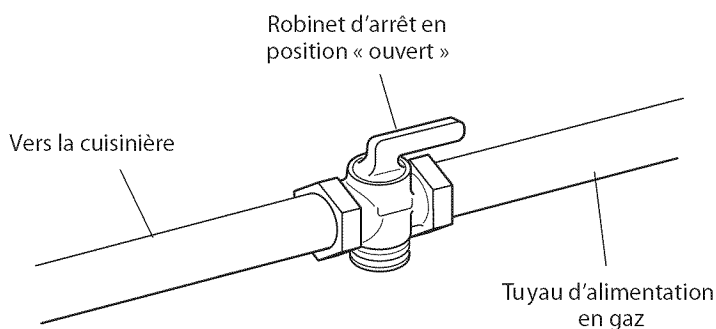

Fig. 2.1
1. Robinet d'arrêt manuel (fig. 2.1):